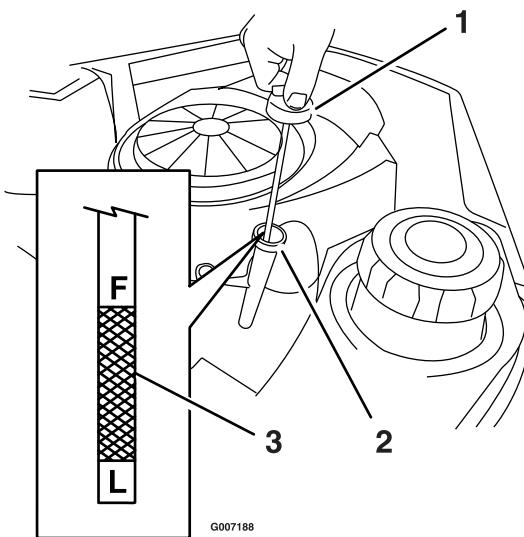

Figura 31
4. Tirate e rimuovete il tappo dell'olio/la asta di livello; rimuovete l'olio. Reinserite l'asta di livello e premete con forza in sede (Figura 31).
- Togliete il tappo di spurgo dell'olio (Figura 33). Togliete il tappo/l'asta del rabbocco dell'olio (Figura 31).
14. Controllate il livello dell'olio (Figura 31); vedere la sezione Controllo del livello dell'olio.